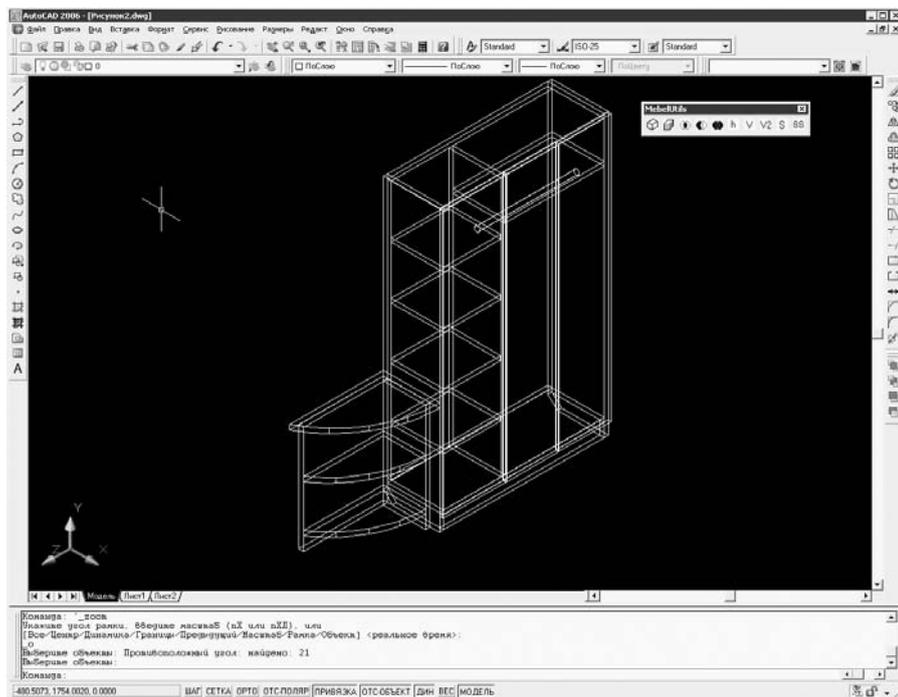

Рис. 5.20
3. Переключиться в окно программы «AutoМебель» и выбрать модель №147 в категории Приставные столы, увеличить величину свеса крышки (параметр W) до 100 мм, нажать кнопку Вставить и повторить предыдущий шаг — модель будет добавлена к проекту (рис. 5.20).